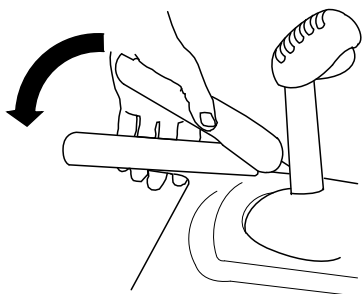

Figura 9
3. Apriete la palanca izquierda (tracción) contra la empuñadura (Figura 9).
6. Apriete la palanca izquierda (tracción) contra la empuñadura (Figura 9).